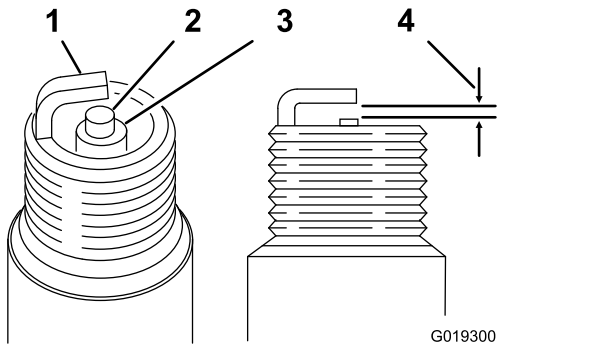

図 33
エアギャップ 0.70-0.80 mm 図 33を参照。
4. 図 33のように、エアギャップを 0.70-0.80 mm に調整する。